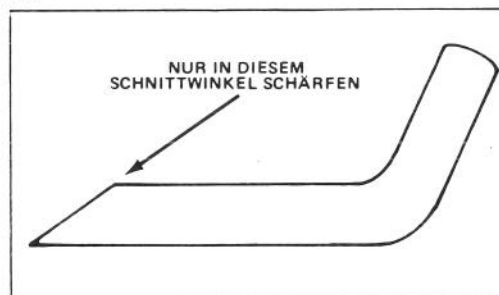

Bild 20
6. **SCHÄRFEN DES MESSERS** – Mit einer Feile die Oberkante des Messers schärfen und dabei den ursprünglichen Schnittwinkel einhalten (Bild 20). Das Messer bleibt, ausgewuchtet, wenn von beiden Schnittkanten gleichviel Material abgetragen wird.